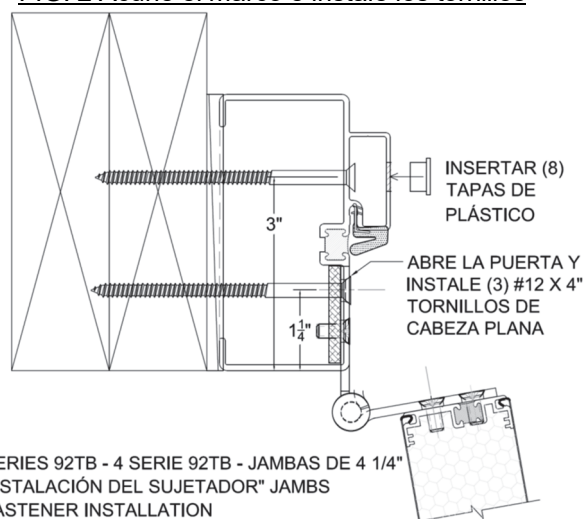

FIG. 3 Asiente el tornillo e inserte la tapa a presión
PASO 5 Coloque los tapones de rosca - vea la Fig. 3.